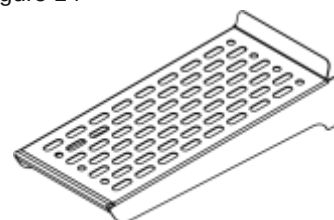

Figure 14
(2) Étagère en verre de demi-largeur en porte-à-faux réglable, voir la Figure 14